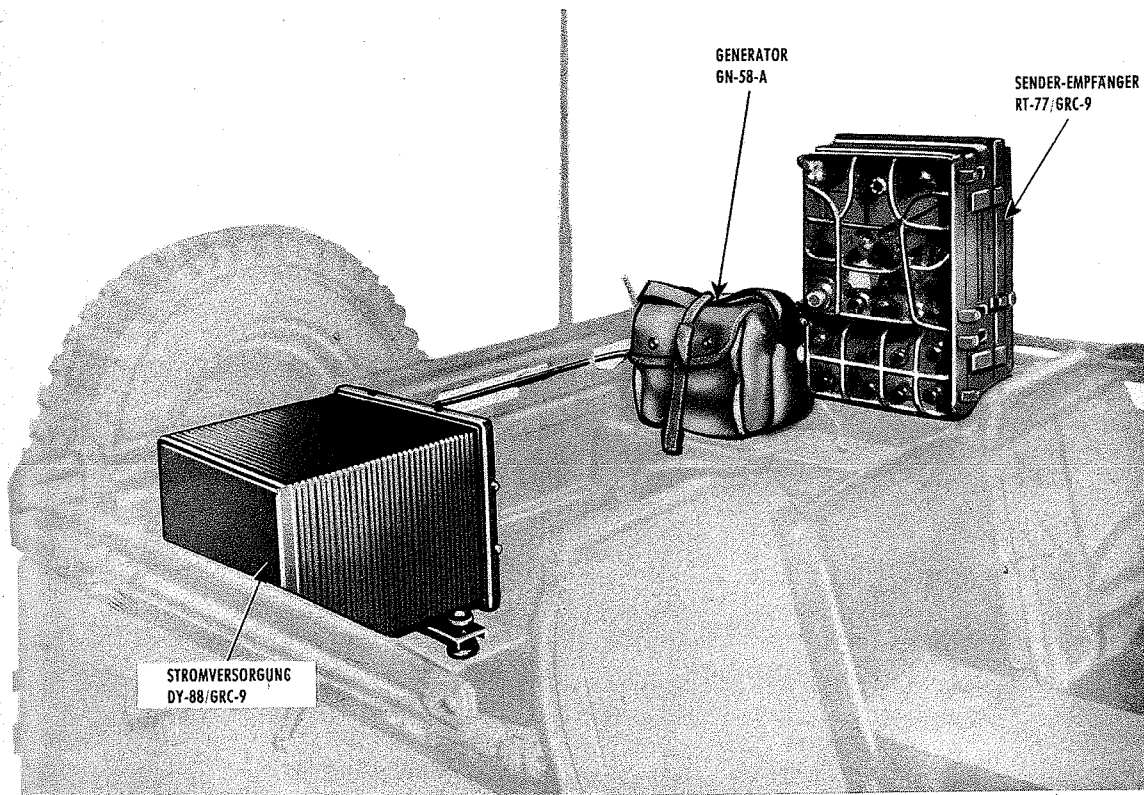

Bild 42 Funkanlage GRC-9 als Fahrzeugstation
2.1.11 Montage in Fahrzeugen (Bild 42)
- c) Bild 42 zeigt die Montage einer Fahrzeuganlage.